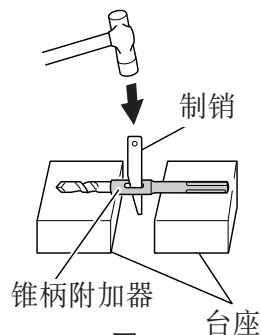

图 25
- (3) 接通开关，按预定深度钻开一个孔口。
- (4) 拆卸钻头时，可将制销插入锥柄附加器的缝隙，把钻头放在台座上，用锤子敲打制销头部。(图 25)